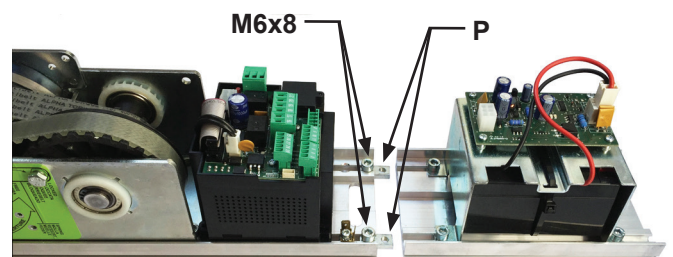

FIG.4
- Maak de module NB-BAT los van de deurautomaat Neptis Plus, door de schroeven M6X8 los te draaien waarmee plaatjes (P) voor de koppeling van de twee delen vastgezet zijn;
- Breng de module NB-BAT in positie aan de zijde van de voedingsseenheid PWB door de plaatjes (P) voor de koppeling in de betreffende kabels aan te brengen en schroeven M6x8 (FIG.4) vast te draaien;